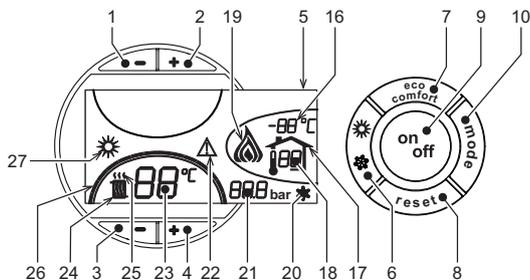
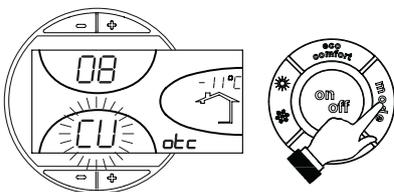
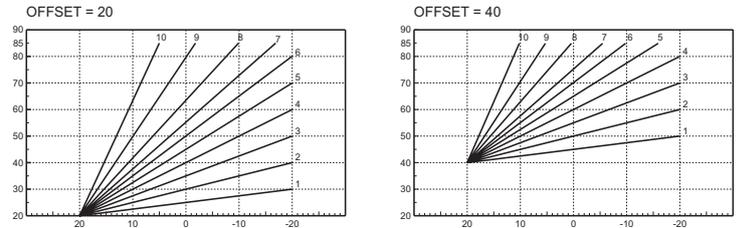

рис. 1 - Панель управления
рис. 9 - Кривая погодозависимого регулирования
рис. 12 - Пример параллельного смещения кривых погодозависимого регулирования
Нажмите клавишу on/off (поз. 9 - рис. 1) в течение 1 секунды.
Для повторного включения котла снова нажмите клавишу on/off (поз. 9 рис. 1) в течение 1 секунды.
- Нажмите кнопку ВКЛ/ВЫКП (9 - рис. 1)
Нажмите клавишу Лето/Зима (поз. 6 - рис. 1) на 1 секунду.
На дисплее высвечивается символ "Лето" (поз. 27 - рис. 1). При этом котел будет вырабатывать только воду для ГВС. Остается активная система защиты от замерзания.
Для выключения режима "Лето" вновь нажмите клавишу Лето/Зима (Поз. 6 - рис. 1) на 1 секунду.
Температура в системе отопления регулируется в пределах от 30 °C до 80 °C с помощью клавиш (поз. 3 и 4 - рис. 1); однако, не рекомендуется эксплуатировать котел при температуре ниже 45 °C.
Температура (поз. 3 и 4 - рис. 1) в системе ГВС регулируется в пределах от 10°C до 65°C с помощью клавиш (поз. 1 и 2 - рис. 1).
При наличии датчика температуры наружного воздуха (опция) на дисплее панели управления (поз. 5 - рис. 1) отображается измеряемая этим датчиком температура. При этом система управления котлом работает в режиме "Плавающая температура". В этом режиме температура воды, подаваемой в систему отопления, регулируется в зависимости от климатических условий внешней среды с тем, чтобы обеспечить максимальный комфорт и экономию энергетических ресурсов в течение всего года. Так, при повышении внешней температуры понижается температура подачи воды в систему отопления, что производится по определенной "кривой погодозависимого регулирования".
С переключением на режим "Плавающей температуры" показатель температуры, устанавливаемый клавишами (дет. 3 и 4 - рис. 1) соответствует максимальной температуре подачи воды в систему отопления. Рекомендуется задавать максимальное значение температуры с тем, чтобы позволить системе регулировать ее по всему рабочему диапазону.
При однократном нажатии клавиши Режим (поз. 10 - рис. 1) на дисплее высвечивается текущая кривая погодозависимого регулирования (рис. 9), которую можно изменить с помощью клавиш задания температуры воды ГВС (поз. 1 и 2 - рис. 1).
При нажатии клавиш регулировки температуры отопления (поз. 3 и 4 - рис. 1) получается доступ к функции параллельного изменения кривых (рис. 12), выполняемого с помощью клавиш регулировки температуры в контуре ГВС (поз. 1 и 2 - рис. 1).
При повторном нажатии клавиши Режим (поз. 10 - рис. 1) осуществляется выход из режима регулировки параллельных кривых.
Если к котлу подключено устройство дистанционного управления с таймером (опция), вышеописанные регулировки производятся в соответствии с указаниями, приведенными в таблице 1. При этом на дисплее пульта управления (поз. 5 - рис. 1) высвечивается температура в помещении, измеряемая устройством дистанционного управления.
| Выбор режимов ECO/COMFORT | При выключении режима ГВС с пульта ДУ котел переходит в режим "Эко-поту". В этих условиях клавиша 7рис. 1 - на панели котла отключена. При включении режима ГВС с устройства ДУ с таймером котел устанавливается в режим Comfort. В этих условиях с помощью клавиши 7рис. 1 - на панели управления котла можно выбрать любой из этих двух режимов. |